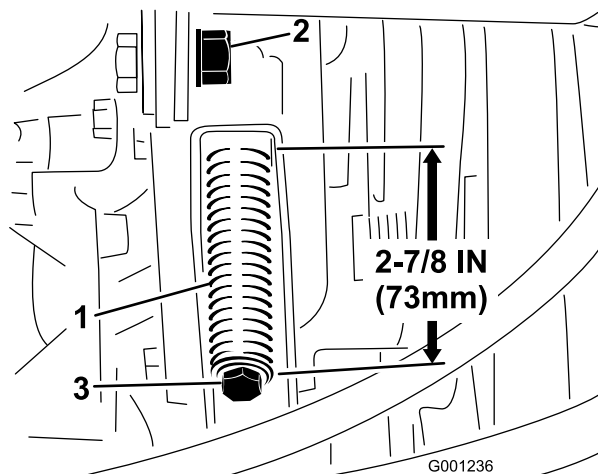

Figura 65
3. Afloje la contratuerca de la varilla tensora (Figura 65).
4. Utilice una llave de 1/2 pulgada para apretar o aflojar el muelle tensor de la correa (Figura 65). Ajuste el muelle a una longitud de 273 mm.
4. Utilizando una llave de 1/2 pulgada, afloje completamente el muelle tensor de la correa (Figura 65).
6. Instale la nueva correa de la TDF y tense el muelle de la polea hasta que tenga una longitud de 73 mm (Figura 65).
7. Apriete la contratuerca (Figura 65) y cierre el capó.